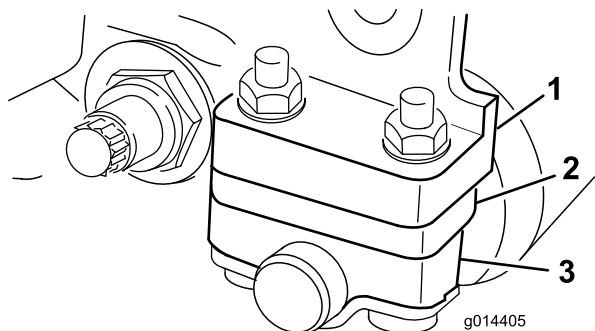

図 4
1. 使用する刈高範囲に合わせて後ローラ・ブラケットの取り付け位置を上位置または下位置に変更する(図 3and 図 4)。
- ・ 刈高範囲が 3～25.4 mm の場合は、スパーサを、取り付けフランジの下にセットする（図 4）。